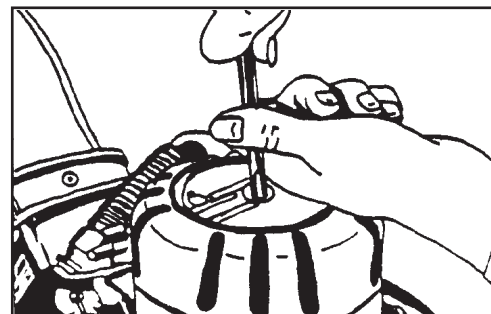

Figure 13
1. Enlevez le capot du moteur. Voir Figure 13.